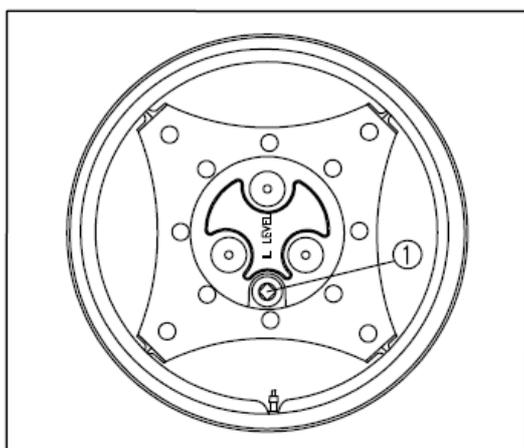

Fig. 5-29
Transmissões finais laterais Fig.5-29.
Coloque os bujões (1) (Fig.5-29) na linha central da roda. Encha com óleo do tipo especificado até ao nível dos orifícios.